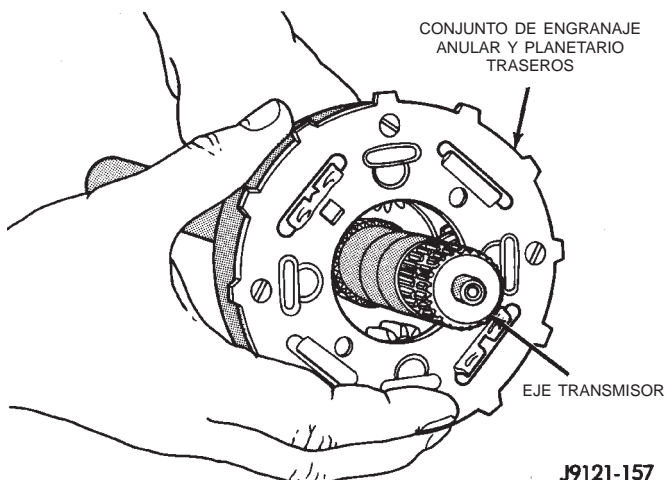

Fig. 153 Instalación del anular y planetario traseros en el eje transmisor
(5) Instale el engranaje planetario trasero y el engranaje anular trasero ensamblados sobre el eje transmisor (Fig. 153). Verifique que el conjunto esté totalmente asentado en el eje.